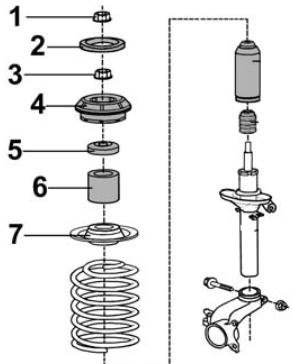

Fig. 1
- **Fig. 1** Kolbenstangenmutter abschrauben und Anbauteile entnehmen.
- **Fig. 1**: Unscrew piston rod nut and remove add-on parts.
- **Fig. 1** Dévisser l'écrou de la tige de pistons et enlever les composants.
- **Fig. 1** Desatornillar la tuerca del vástago del pistón y retirar las piezas adicionales.